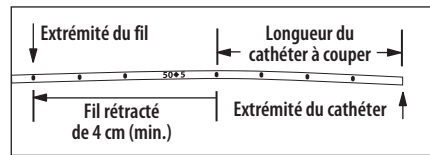

Figure 2
- Retirer le fil de pose/stylet de raidissement par le septum pour rétracter le fil d'un minimum de 4 cm derrière l'emplacement de coupe du cathéter (consulter la figure 2).